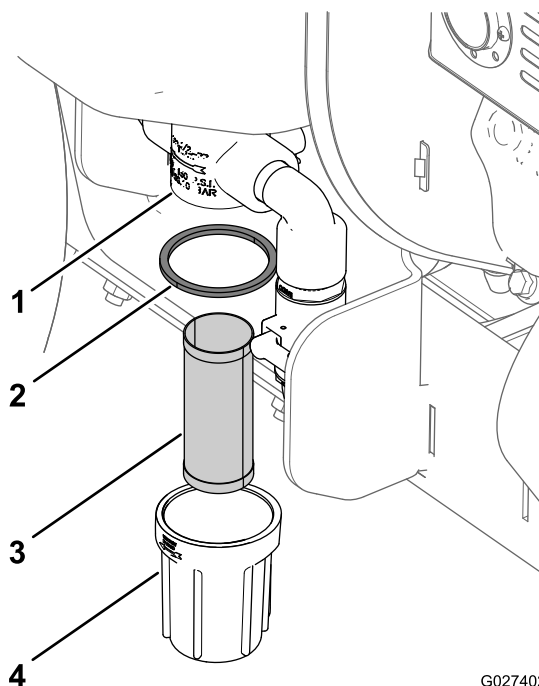

Figura 65
4. Gire la taza del filtro en sentido antihorario y retire la taza y el filtro del cuerpo del filtro (Figura 65).
7. Instale el filtro en el cuerpo del filtro (Figura 65).
8. Instale la junta y la taza del filtro en el cuerpo del filtro y apriete la taza a mano (Figura 65).